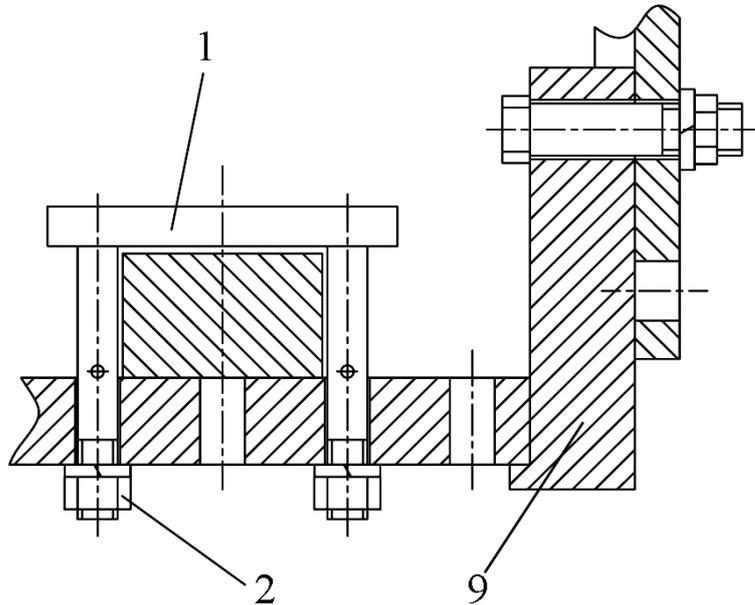

Рисунок 8.23
- 1) снимите скобу (1) (рисунки 8.21, 8.23), предварительно отвернув гайки (2) (рисунок 8.23)
- 5) снимите поперечину (9) (рисунок 8.23) с направляющих (10), (11) (рисунки 8.21, 8.24);